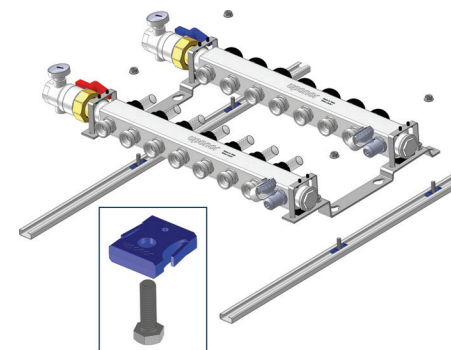

Figure 7: Montez le collecteur avec les boulons et serrez les écrous légèrement
2. Montez le collecteur sur les rails en utilisant les boulons fournis, puis fixez-le avec les écrous (serrez légèrement) (voir **Figure 7**).